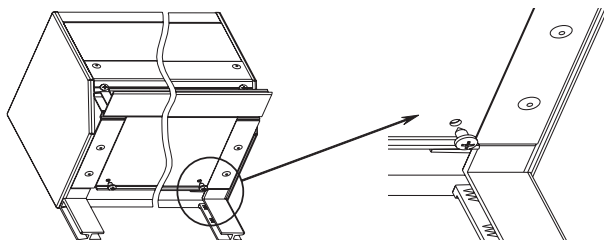

Рис. 9. Схема сборки короба
- 1) разметить и просверлить в ревизионной крышке и дистанционной планке в сборе (рис. 9) отверстия под саморезы или заклепки. При креплении заклепками сверлить отверстия диаметром 4,2 мм;
- 2) закрепить ревизионную крышку с помощью заклепок или саморезов (рис. 9).